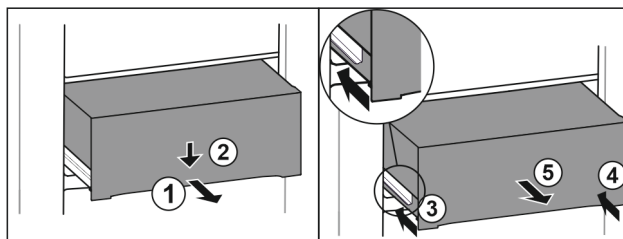

Fig. 144
- Predal izvlecite do polovice. Fig. 144 (1)
- Predal na sprednji strani potisnite navzdol. Fig. 144 (2)
- Levo vodilo potisnite približno 2 cm noter. Fig. 144 (3)
- Desno vodilo potisnite približno 2 cm noter. Fig. 144 (4)
- Predal vzemite ven v smeri naprej. Fig. 144 (5)